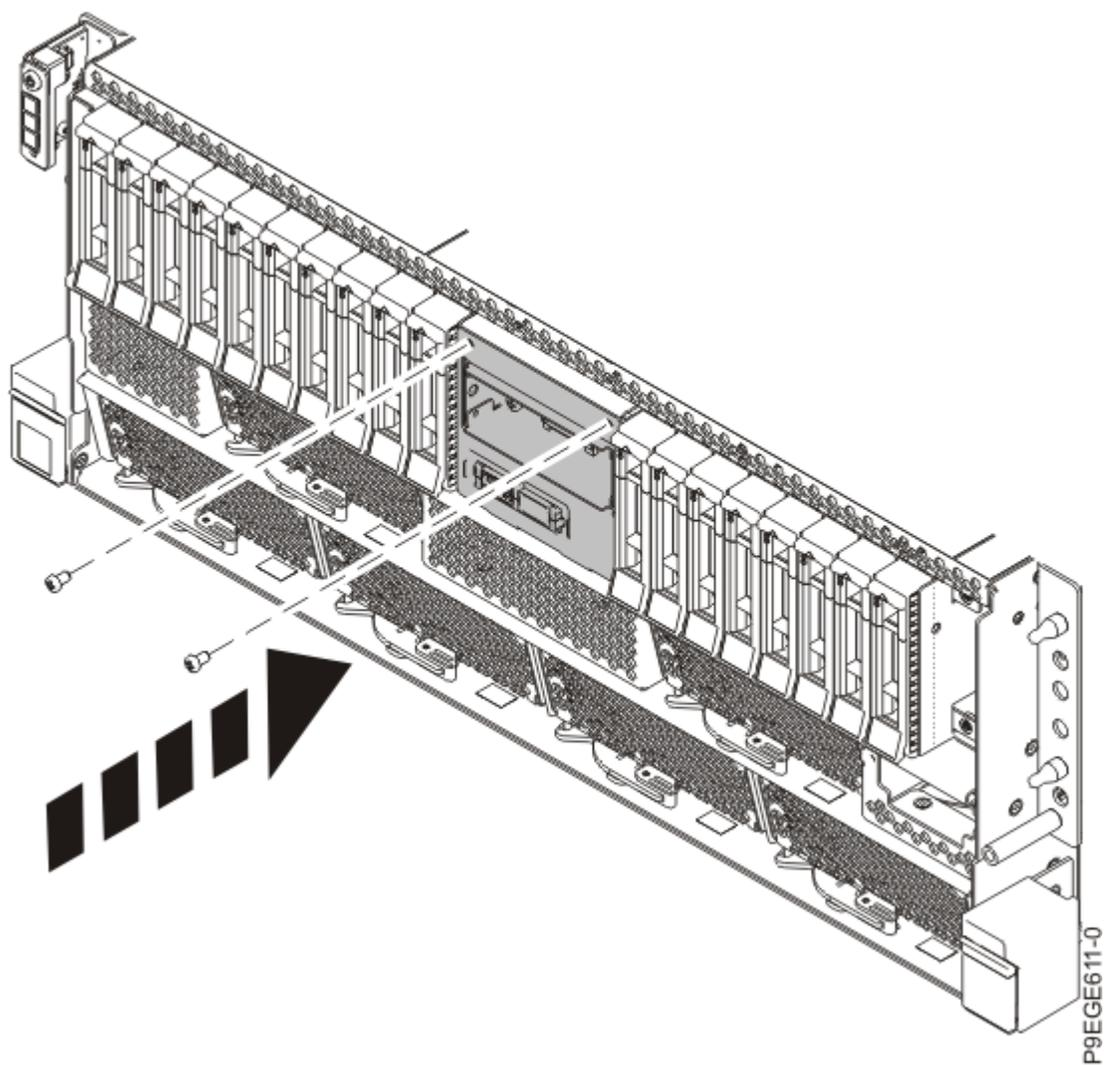

Figura 126. Ligar o cabo do ecrã do painel de controlo ao sistema para um sistema montado em bastidor
6. Para um sistema montado em bastidor, anexe o apoio do ecrã do painel de controlo ao sistema com dois parafusos conforme apresentado na Figura 126 na página 133.